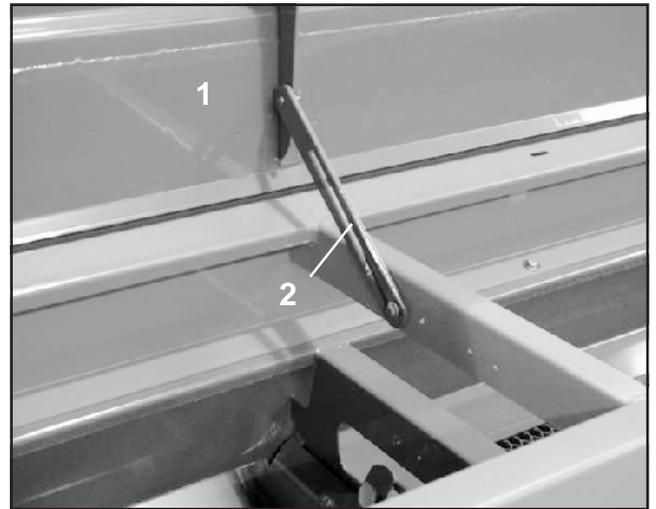

Fig. 9.1
- Düngerbehälterdeckel (9.1/1) öffnen und in geöffneter Stellung mittels Verriegelung (9.1/2) gemäß Fig. 9.1 verriegeln, so daß er beim Befüllen nicht durch Wind oder andere Einflüsse zuschlagen kann.